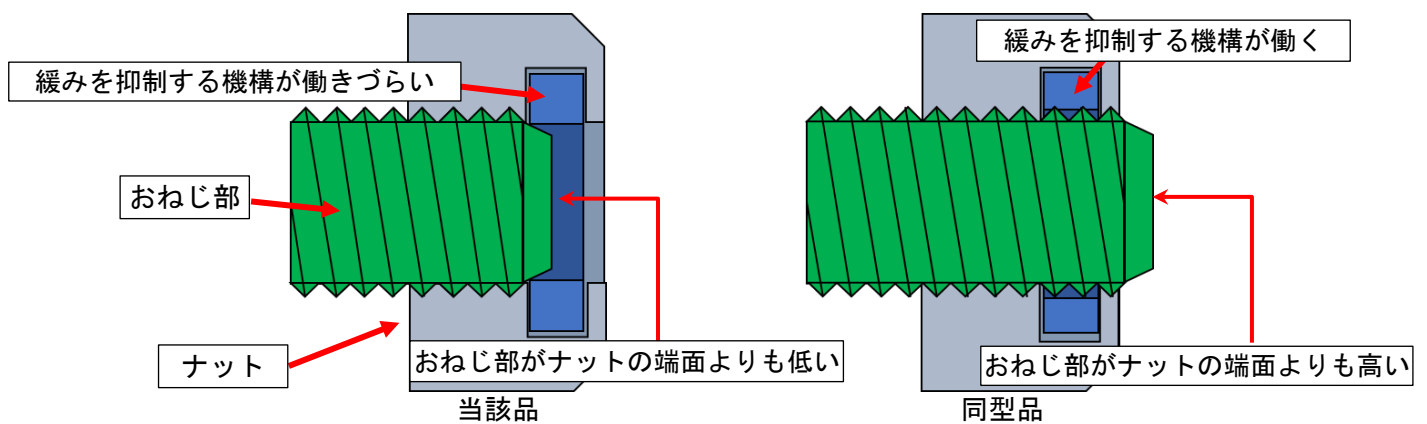

図2. シャフトのおねじ部のナットの状態
でした。当該品①の重量設定用ダイヤルの側面にあるカバーを外したところ、内部には脱落した非金属インサート付き六角ナット(注)（以下、「ナット」とします。）がありました。ナットが外れていた当該品①の端を除き、当該品と同型品のナット周辺を確認したところ、それぞれのナット端面から突き出ているシャフトのおねじ部の高さが異なっており、当該品①、②のおねじ部は、ナットの端面より引っ込んでおり、緩み防止機構が十分に働いていない状態であると考えられました（図2参照）。